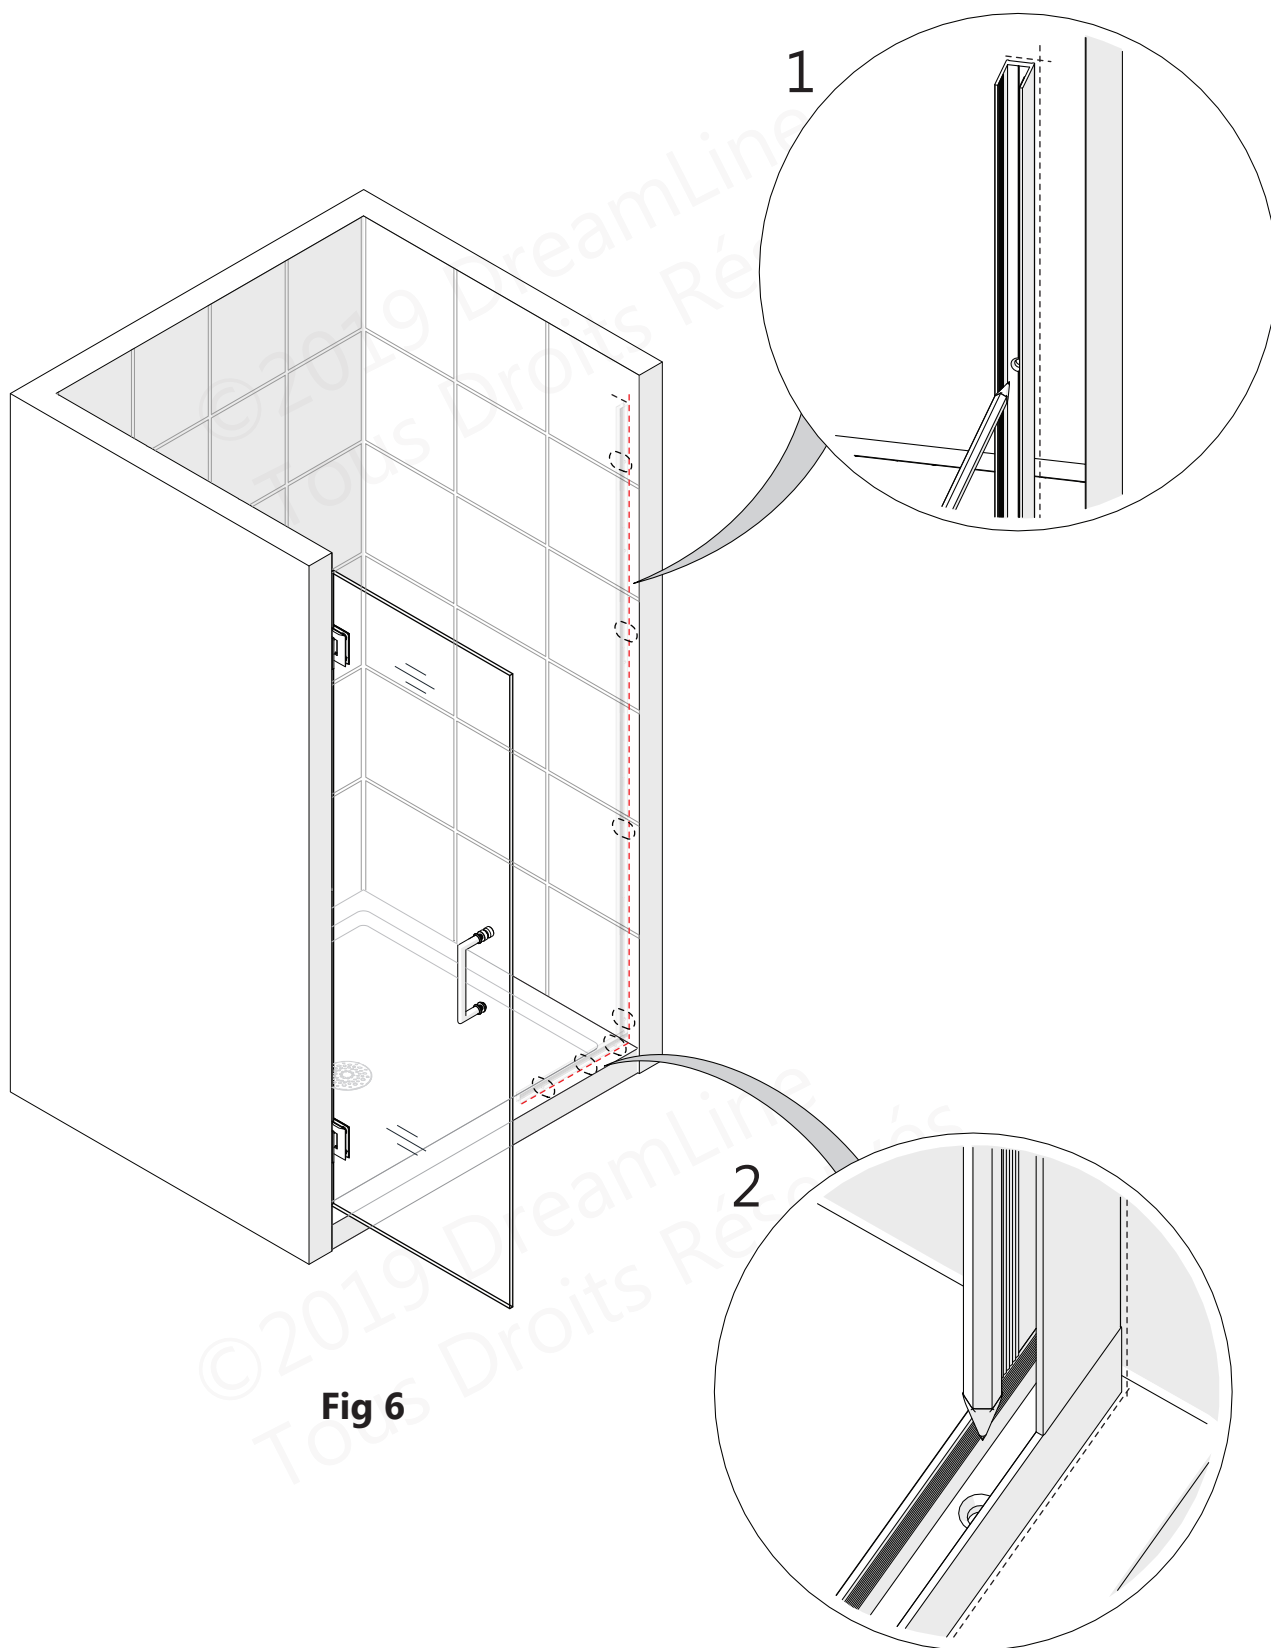

Fig 6
6. Remettez en position le **Profilé Mural (N° 09)** sur le repère au mur et marquez les trous à percer à travers les perforations pré-usinées du **Profilé Mural (N° 09)**. (**Fig 6**)